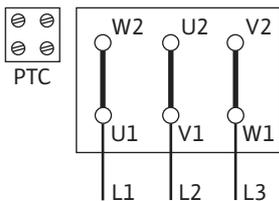

Fig. 10: Y-Δ-εκκίνηση
- Η ηλεκτρική σύνδεση εξαρτάται από την ισχύ του κινητήρα P2, την τάση του ηλεκτρικού δικτύου και τον τρόπο ενεργοποίησης. Για την απαιτούμενη σύνδεση των συνδετικών γεφυρών στο κουτί ακροδεκτών ανατρέξτε στον ακόλουθο πίνακα και στα Fig. 10, 11 και 12.